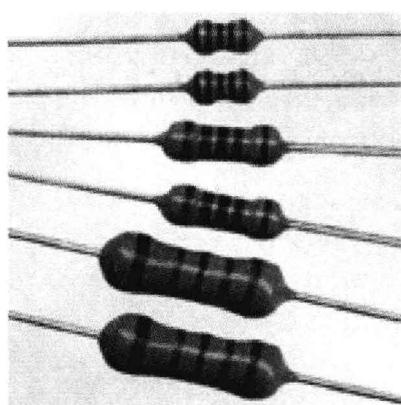

图 1-4 金属膜电阻器
2. 金属膜电阻器 外形如图 1-4 所示，它是采用金属膜作为导电层的电阻器，也属于膜式电阻器。